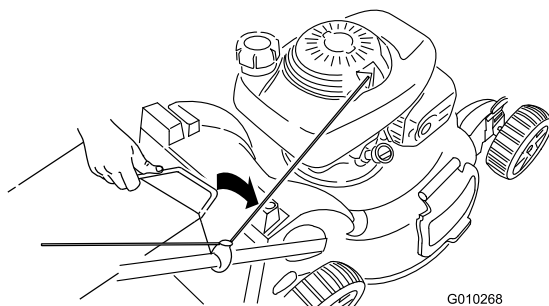

Figura 33
3. Introduzca el asa de la bolsa de recortes en las ranuras de la parte superior del cortacésped (Figura 33).